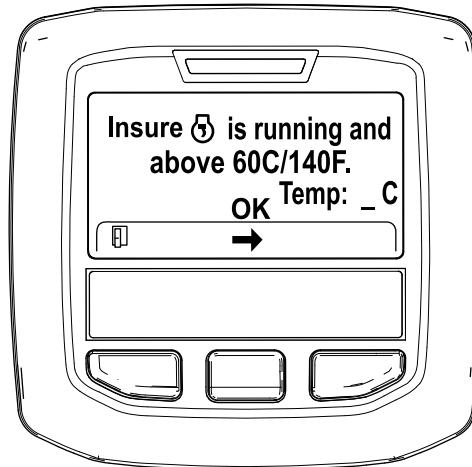

図 52
5. 冷却液の温度が 60°C (140°F) 未満の場合には、Insure ⑤ is running and above 60C/140F エンジン作動と冷却水を確認と表示される図 52。インフォセンターの上で冷却水温度を確認し、温度が 60°C (140°F) になるまでフルスロットルでエンジンを回転させてから中央ボタンを押す。